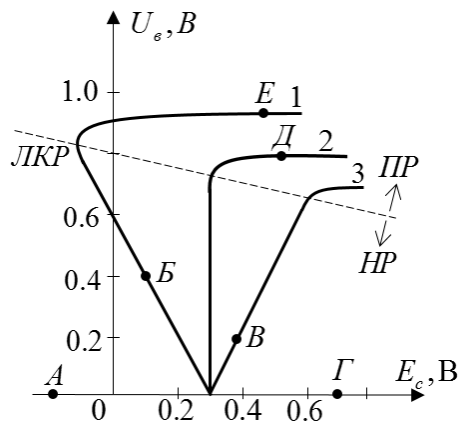

Рис.1.15
- 1.42.** Каким значениям  $SR_y$  соответствуют диаграммы срыва, отмеченные на рис.1.15 цифрами 1,2,3?
- 1.43.** АГ работает с внешним смещением. Что можно сказать об устойчивости стационарных режимов, отмеченных на рис.1.15 буквами А,Б,В,Г,Д,Е?